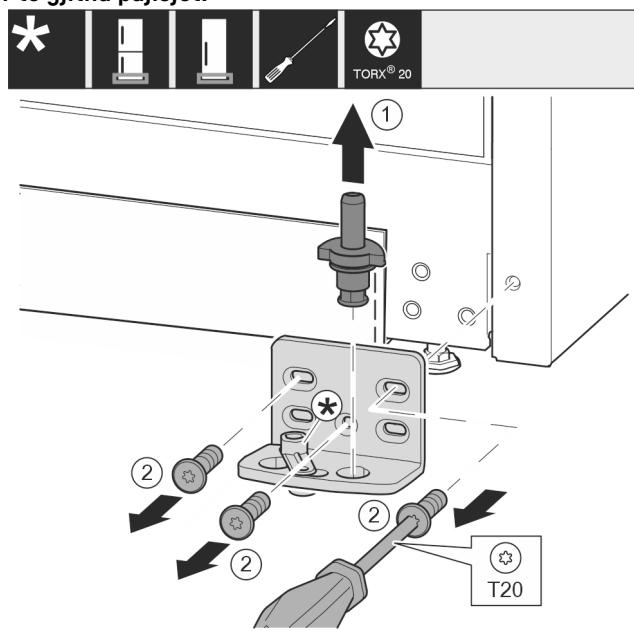

Fig. 12
- Nxirri jashtë komplet bazamentin mbështetës nga lart. Fig. 12 (1)
- Nxirri jashtë vidat me një kaçavidë T20 dhe hiqni bazamentin mbështetës. Fig. 12 (2)